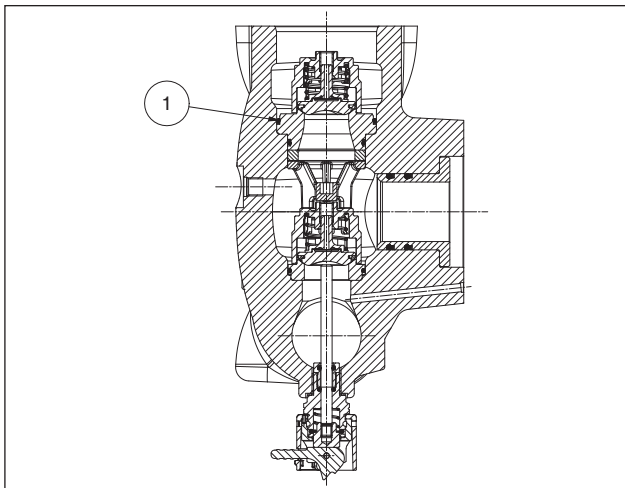

Fig. 124
Prêter particulièrement attention à la mise en place du joint torique indiqué rep. ①, Fig. 124. Il est conseillé d'utiliser l'outil réf. 27516000 pour éviter de couper le joint torique pendant l'installation.